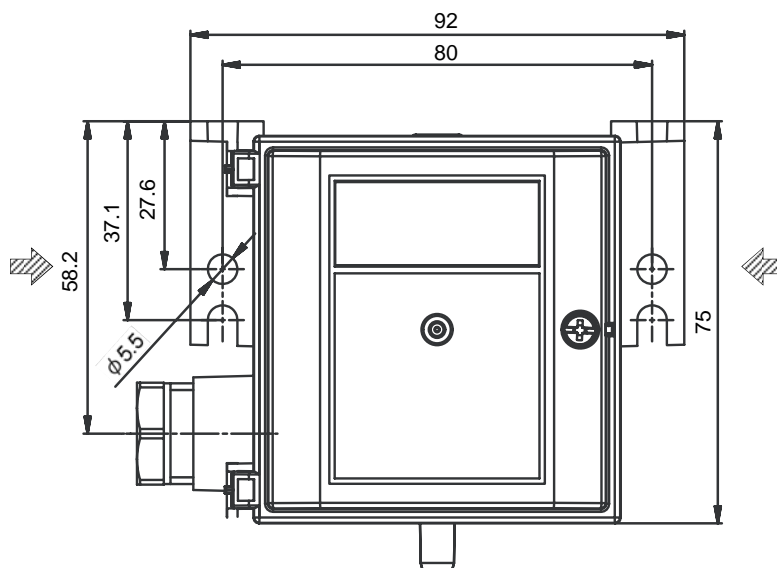

図5 壁面取付用穴 [φ5.5×2か所]
- (3) 壁面に、『図5』の壁面取付用穴を使用し、**M5**ねじまたは**タッピング(2個)**で取り付けます。